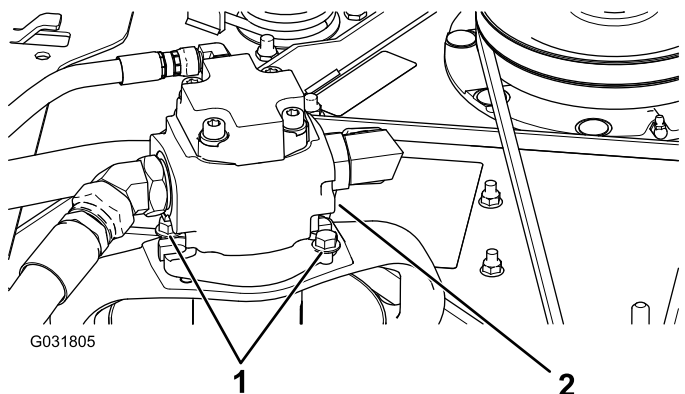

Figura 125
5. Togliete i bulloni che fissano il motore idraulico all'apparato di taglio (Figura 125).
3. Togliete i bulloni che fissano il motore idraulico all'apparato di taglio (Figura 125).